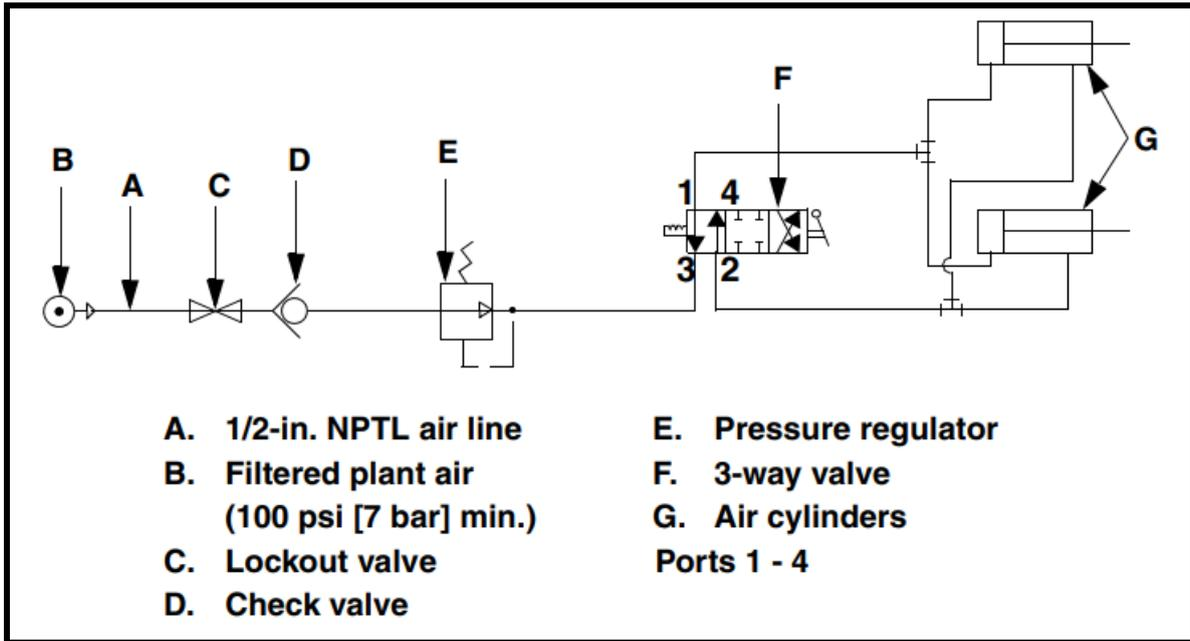

Figura 17. Esquema del circuito neumático (tensionadores duales).
12. Instale la línea de aire al tensionador de aire como se muestra en la figura 17